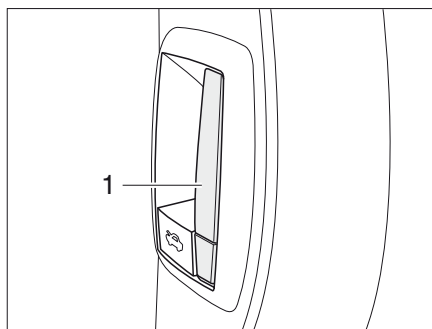

Bild 33 Låsspak motorhuv insida
- Drag i spaken (Bild 33,1) på instrumentbrädan på fordonets vänstra sida. Motorhuv öppnar sig till låshakens stoppläge.